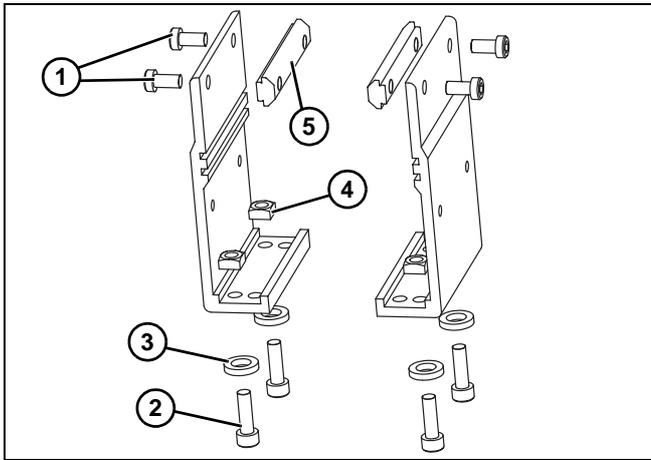
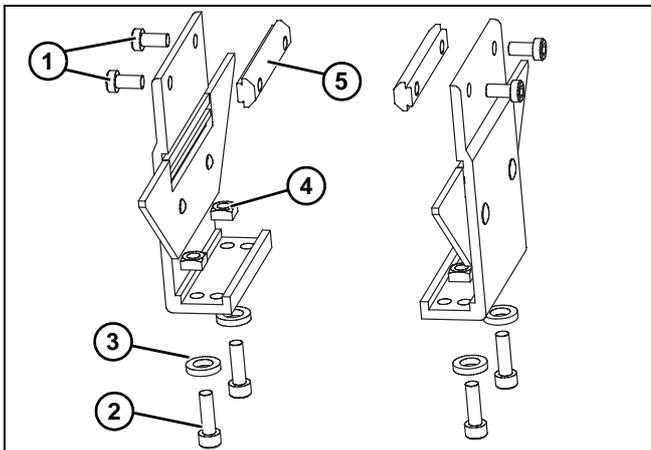
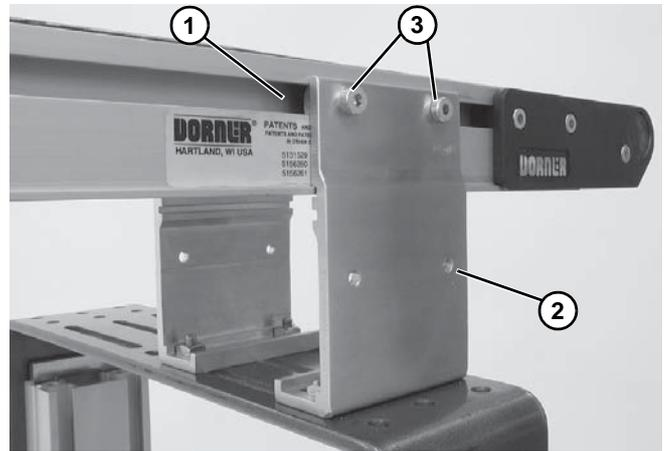

Figure 9
Figure 10
Figure 11
1. Localiser les supports. Ils sont illustrés sur les vues éclatées des Figures 9 et 10.
2. Retirer les vis (Figure 9, élément 1 & 2) et (Figure 10, élément 1 & 2), les rondelles (Figure 9, élément 3) et (Figure 10, élément 3), les écrous (Figure 9, élément 4) et (Figure 10, élément 4) et les barrettes en T (Figure 9, élément 5) et (Figure 10, élément 5) des supports.
3. Insérer les barrettes en T (Figure 9, élément 5) et (Figure 10, élément 5) dans les encoches latérales du convoyeur (Figure 11, élément 1). Fixer les supports (Figure 11, élément 2) sur le convoyeur à l'aide des vis (Figure 11, élément 3).
4. Fixer les supports à l'aide des vis (Figure 9, élément 2), des rondelles (Figure 9, élément 3) et des écrous (Figure 9, élément 4).